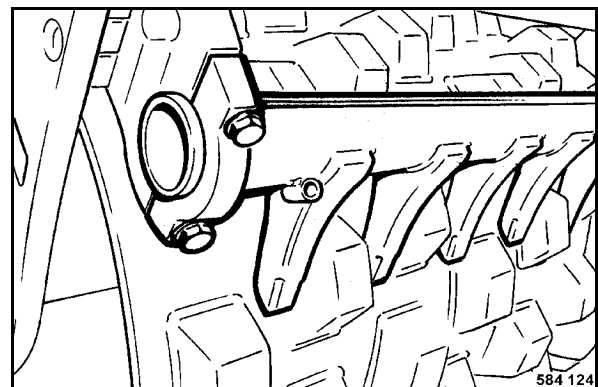

fig. 190
- Vérifier le réglage et l'état des racleurs (fig. 190), les régler si besoin ou remplacer les dents.